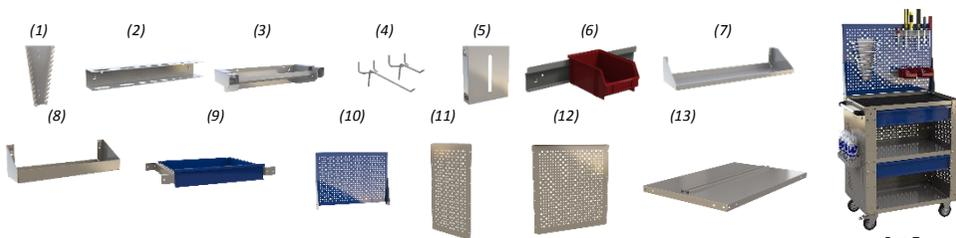

Рис.7
- 10.1. Для данного изделия Покупатель может приобрести аксессуары и комплектующие: экран, ящики выдвижные, боковые и заднюю стенки, полки, навесные аксессуары (рис. 7).
**Аксессуары:** (1) Держатель ключей; (2) Держатель отверток; (3) Держатель для полотенец; (4) Крючки; (5) Лоток для бумаги А4; (6) Кронштейн для пластиковых ящиков; (7) Полка навесная для перфопанели; (8) Полка для баллончиков.
**Комплектующие:** (9) Ящик выдвижной; (10) Экран; (11) Боковая стенка; (12) Задняя стенка; (13) Полка. Комплектующие поставляются с крепежом, кроме боковой и задней стенки, которые крепятся штатными болтами.